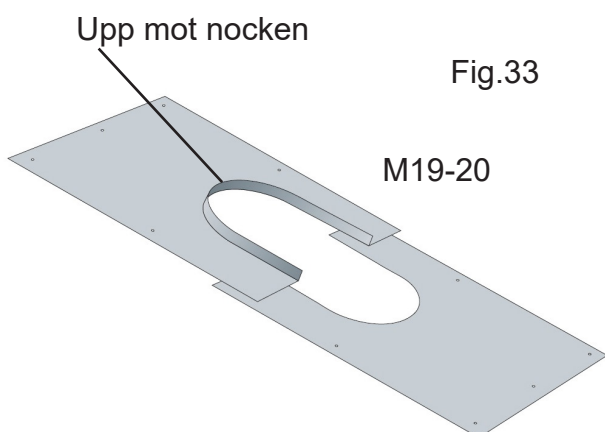

Fig.33
2. Underbeslagets funktion är att dels stabilisera skorstenen samt leda bort ev. kondens och regnvatten/smältvatten som tagit sig in under taktegel/takplåten samt att möjliggöra fixering av skorstenen genom att skruva fast skorstenens ytermantel i M19-20. Underbeslaget M19-20 (tvådelat blankt beslag med droppkant) tätas mot råsponten med T31-taktätningssmassa och om möjligt innan montering av underbeslaget skärs en bit av tjärpappen upp, som sedan kan vikas tillbaka över den övre delen av underbeslaget samt tätas med taktätningssmassa. Underbeslaget skruvas fast i råsponten. OBS. för extra täthet kan rem-sor av tjärpapp klistras på från befintlig tjärpapp och in på det blanka underbeslaget och tätas omsorgsfullt med taktätningssmassa. Tänk alltid på att få en omlottläggning av tjärpapp så att vattnet obehindrat kan rinna förbi underbeslaget utan att fastna någonstans. (Se Fig. 33)